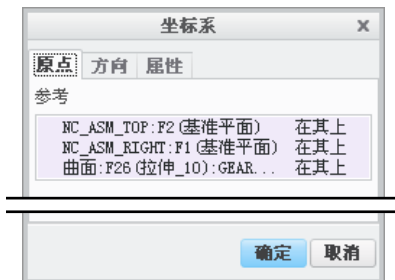
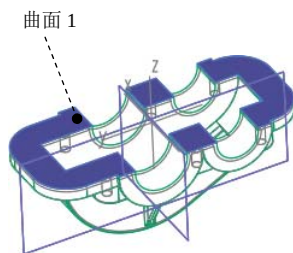

图 10.2.7 “坐标系”对话框
图 10.2.8 坐标系的建立
Step4. 机床坐标系的设置。在“操作”操控板单击  按钮，选择  命令，在系统弹出图 10.2.7 所示的“坐标系”对话框。然后按住 Ctrl 键依次选择 NC_ASM_TOP、NC_ASM_RIGHT 和图 10.2.8 所示的曲面 1 作为创建坐标系的三个参考平面，最后单击 **确定** 按钮完成坐标系的创建。在“操作”操控板中单击  按钮，此时系统自动选择了新创建的坐标系作为加工坐标系。